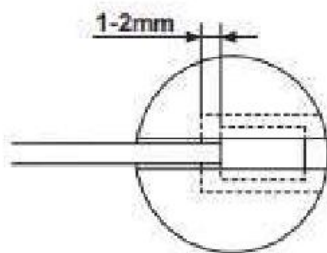

Рисунок 8
b) Убедитесь, что положение троса остается на расстоянии 1-2 мм между наконечником троса дроссельной заслонки **F** и прорезью, когда рычажок дроссельной заслонки полностью нажат (рис.8).